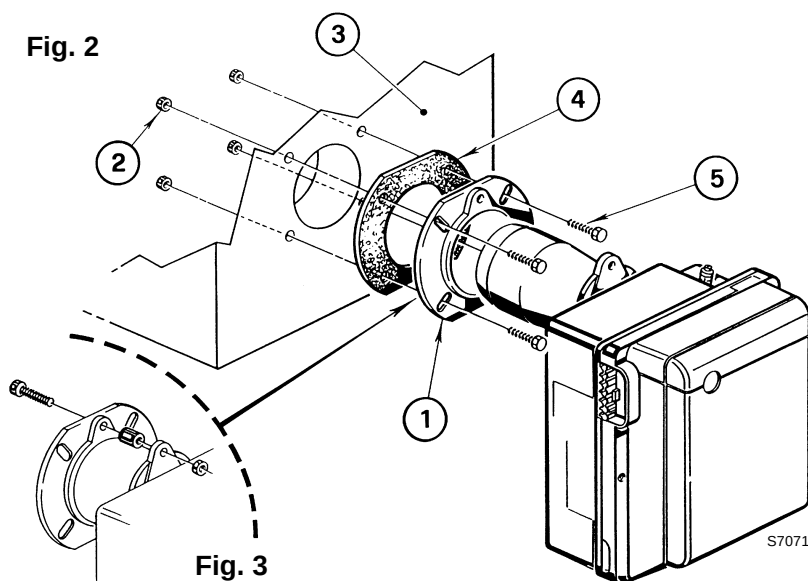

Fig. 4
- Allargare, se necessario, i fori dello schermo isolante (4) (vedi fig.4)